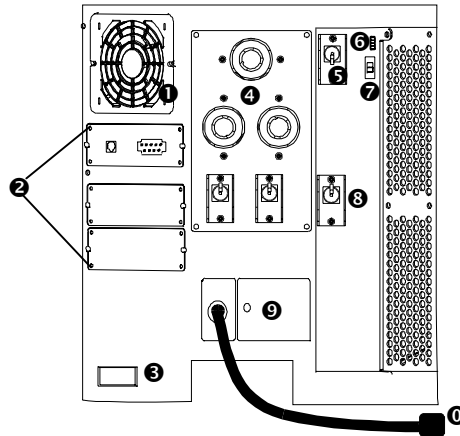

Figure 3 : Vue arrière du Symmetra RM (Version 200/208 VAC/L1-L2-G illustrée)
Panneau de distribution de la puissance (PDU) ❹ : Le genre de panneau de puissance dépend de la plage de tension du Symmetra RM. La figure 3 montre un Symmetra RM avec panneau de puissance de 200/208 VAC (L1-L2-G). Il contient une prise L6-30 et deux prises L6-20. Le panneau 220/230/240 VAC (L1-N-G) contient huit prises IEC C13 et deux prises IEC C19. La figure 6, en page 14, montre les deux panneaux PDU. Le panneau PDU peut être changé sur place par un électricien ou technicien compétent.